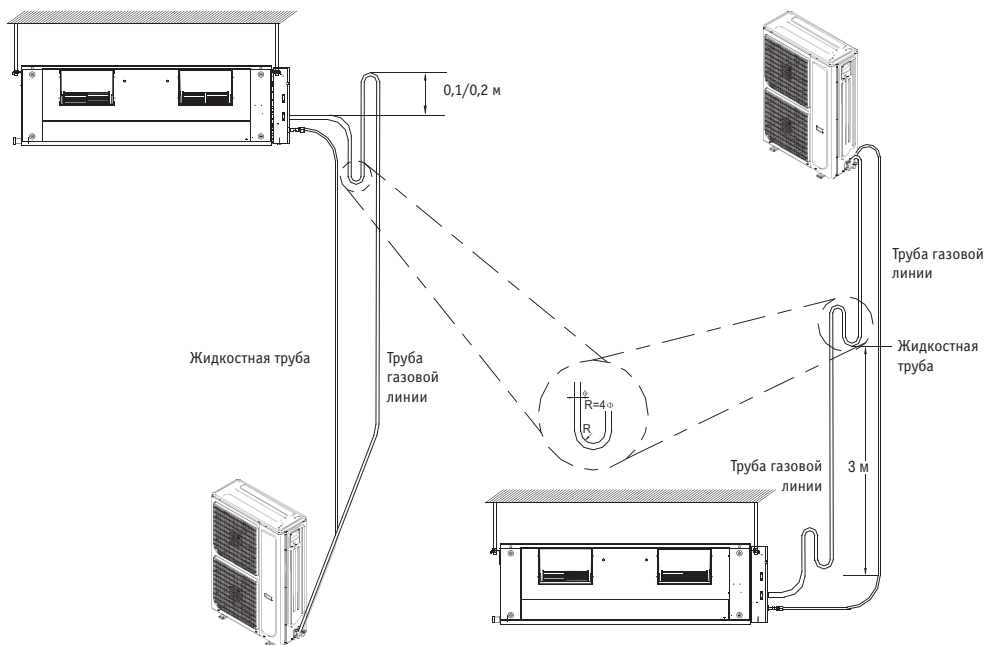

Рис. 36
- Снимите крышку, вывернув винты. Если наружный блок не имеет крышки, выверните винты на сервисной панели и снимите с нее кожух, потянув в направлении, указанном стрелкой (см. рис. 36).